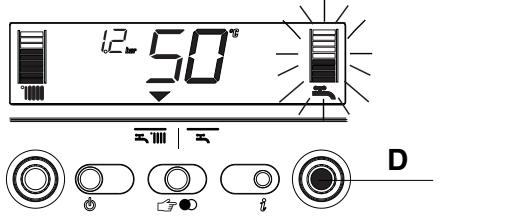

Fig. 55
**CASO C** solo calefacción + interacumulador exterior con sonda: para regular la temperatura del agua sanitaria almacenada en el interacumulador, girar el selector de temperatura D (fig. 55): en el sentido de las agujas del reloj la temperatura aumenta, en el sentido inverso disminuye. Los segmentos de la barra grafica se iluminan (cada 3°C) en cuanto la temperatura aumenta. Una vez seleccionada, después de unos 4 segundos, la modificación se memoriza y la visualización vuelve a ser la relativa a la temperatura de impulsión a detectada por la sonda primaria.